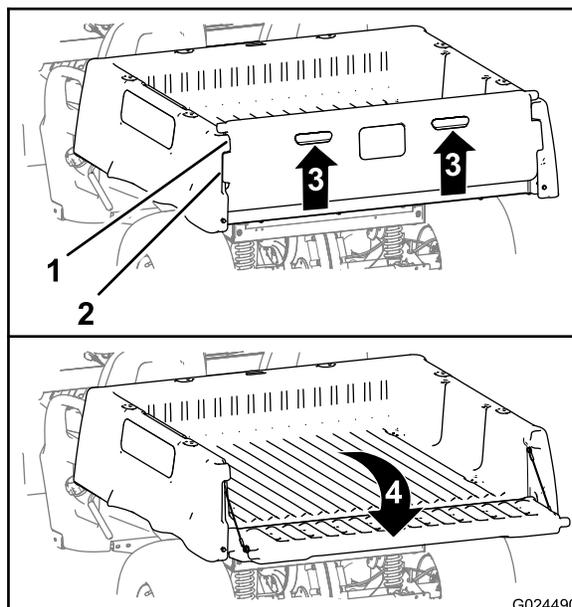

Рисунок 15
- Поднимите захваты на задней панели откидного борта (Рисунок 15).
- Совместите фиксирующие фланцы заднего откидного борта с отверстиями, расположенными между фланцами откидного борта грузового кузова (Рисунок 15).
- Поверните откидной борт назад и вниз (Рисунок 15).
6. Поверните откидной борт вверх и вперед так, чтобы фиксирующие фланцы откидного борта были заподлицо с его гнездом в грузовом кузове (Рисунок 15).
7. Опустите откидной борт до его посадки в задней части грузового кузова (Рисунок 15).